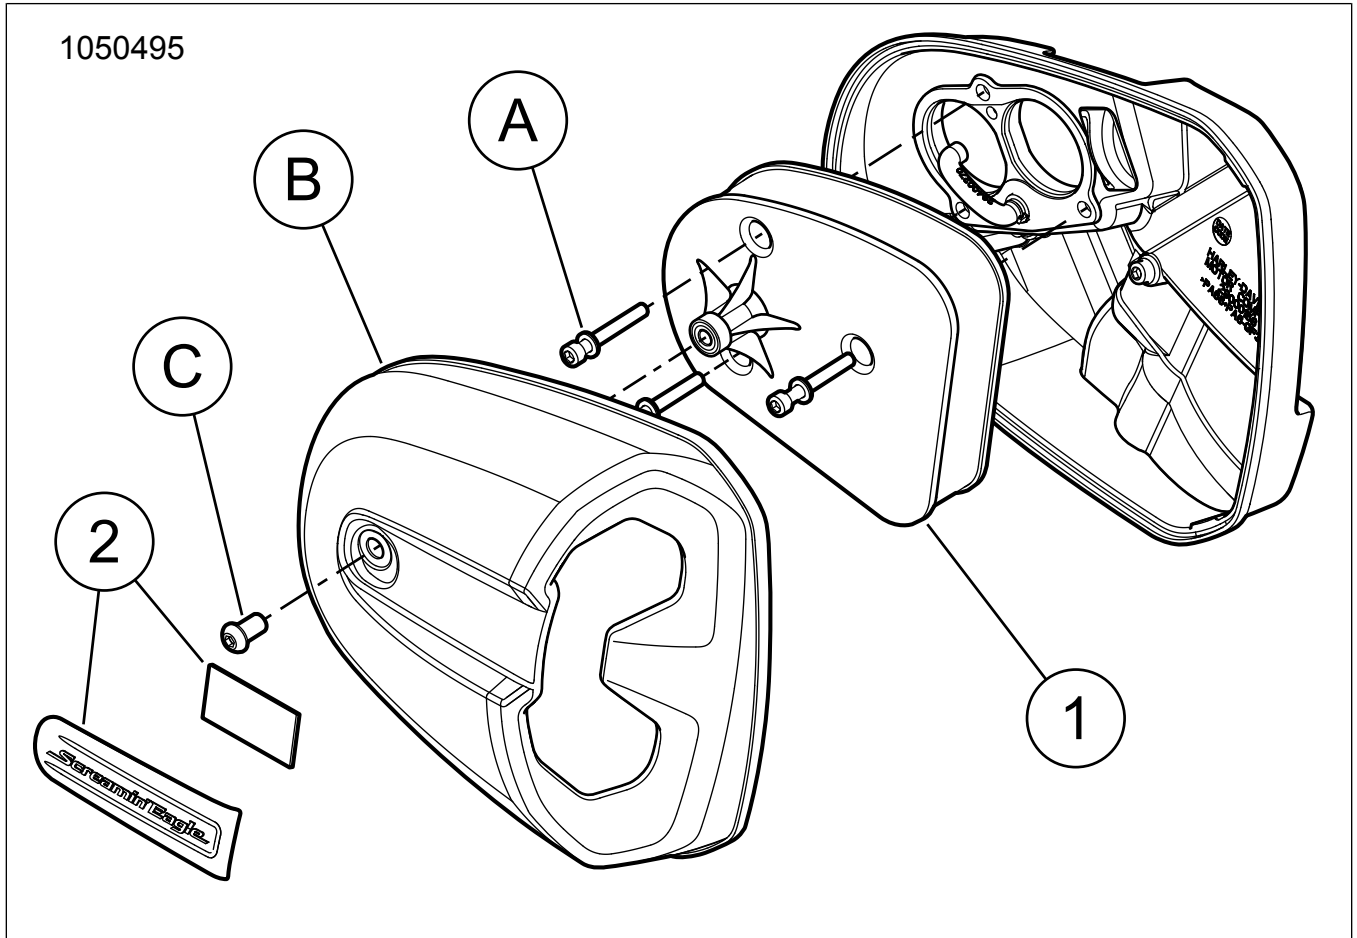

Abbildung 1. Ersatzteile: Screamin' Eagle High-Flow Luftfilter - Milwaukee Eight™
Siehe Siehe Abbildung 1. und Siehe Tabelle 1.
2. Siehe Siehe Abbildung 1. und Siehe Tabelle 1. Luftfilterabdeckung und Luftfilter ausbauen.
1. Siehe Siehe Abbildung 1. Den Luftfiltereinsatz (1) mit den Schrauben (A) an der Luftfiltergrundplatte befestigen. Anziehen.